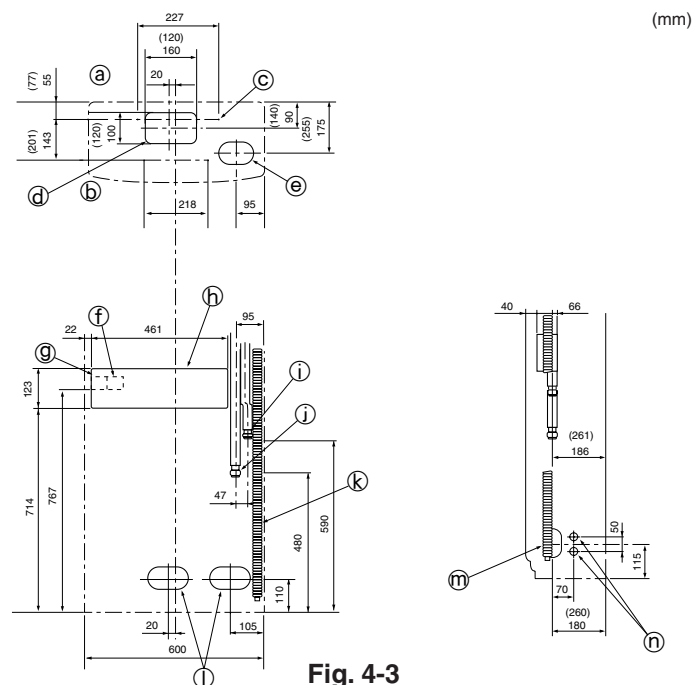

Fig. 4-3
4.3. Emplacements des tuyaux à réfrigérant et d'évacuation (Fig. 4-3)